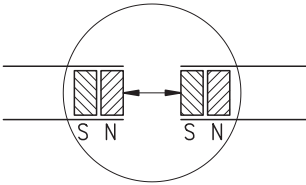

Abb. 10: Ermittlung der Polarität. Ansetzen des Magnetbandes
- Vor dem Ansetzen die Polarität überprüfen. Die beiden Enden müssen sich anziehen (ggfs. Kompaßnadel benutzen). Falls gleiche Polarität, ein Band um einen halben Polabstand kürzen (Abb. 10).